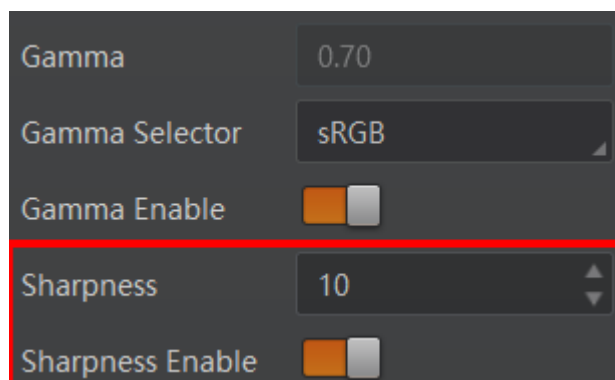

图7-24 锐度设置
2. 在 *Sharpness* 参数中输入需要设置的数值，参数范围为 0~100，如图 7-24 所示。